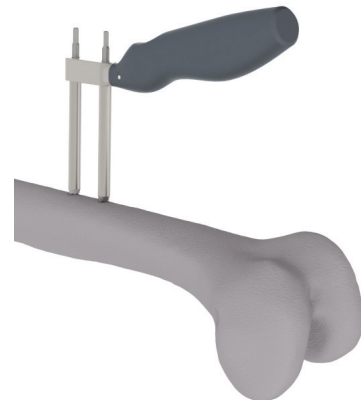

Abbildung 51. Bohren mit dem zweiten Pin
3. Den zweiten Pin senkrecht zur Knochenoberfläche bohren (Abbildung 51).